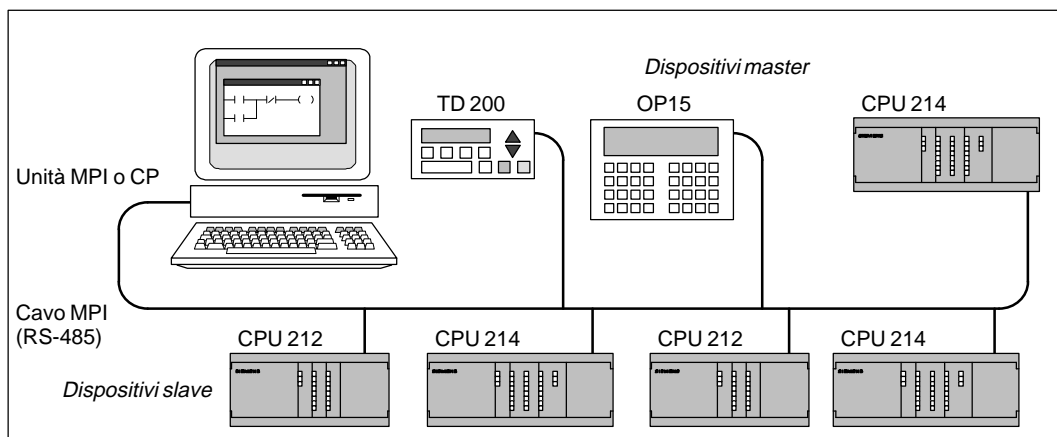

Figura 3-5 Esempio di unità MPI o CP con dispositivi master e slave
STEP 7-Micro/WIN può essere utilizzato con un'interfaccia multipoint (MPI) o un'unità per processore di comunicazione (CP). Entrambe mettono a disposizione un'unica interfaccia RS-485 per la connessione di rete tramite il cavo MPI. STEP 7-Micro/WIN 32 (la versione a 32 bit) supporta il set di parametri per la rete MPI; STEP 7-Micro/WIN 16 (la versione a 16 bit) non lo supporta. Dopo aver stabilito la comunicazione MPI, si potrà collegare l'applicazione STEP 7-Micro/WIN ad una rete che contiene altri dispositivi master e slave. Ogni master deve avere un indirizzo unico. La figura 3-5 illustra un esempio di rete con dispositivi master e slave. Per maggiori informazioni sulla comunicazione di rete, vedere il capitolo 9. Per informazioni sull'unità MPI e sulle diverse schede CP disponibili, vedere il capitolo 9.4. I numeri di ordinazione sono riportati in appendice G.